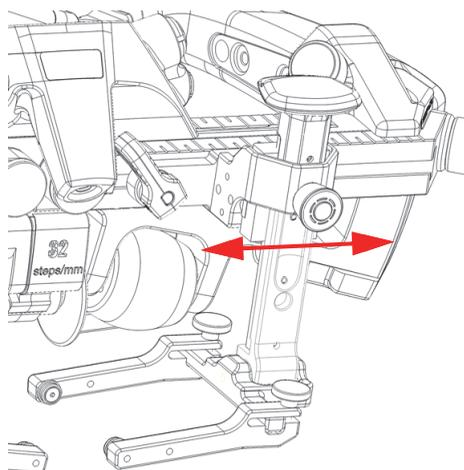

Figure 2-10 Glissement du support de sonde dans le rail
2. Faites glisser le support de sonde à la position souhaitée (Figure 2-10 à la page 47).